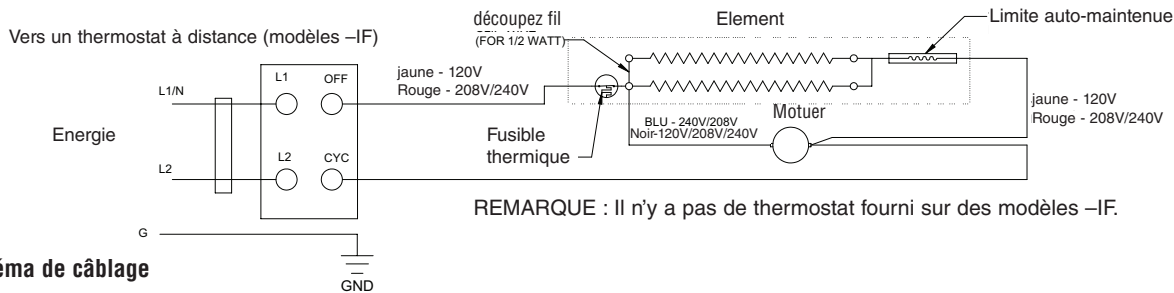

Figure 2 Schéma de câblage
1. En suivant le schéma de câblage (Figure 2), reliez les fils d'alimentation aux fils du radiateur dans le boîtier arrière, en utilisant des connecteurs pour fils appropriés.